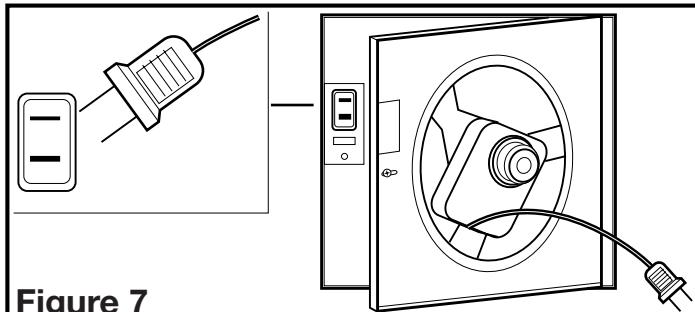

Figure 7
- Réinstaller le venturi du ventilateur en le tenant à un angle d'environ 45 degrés, accrocher les deux onglets sur le venturi dans les fentes sur le cabinet et fixer en place en serrant les vis du venturi. Faire tourner la roue de la soufflante à la main pour s'assurer qu'elle tourne librement. Maintenant, connecter le moteur du ventilateur dans le réceptacle (**Figure 7**).